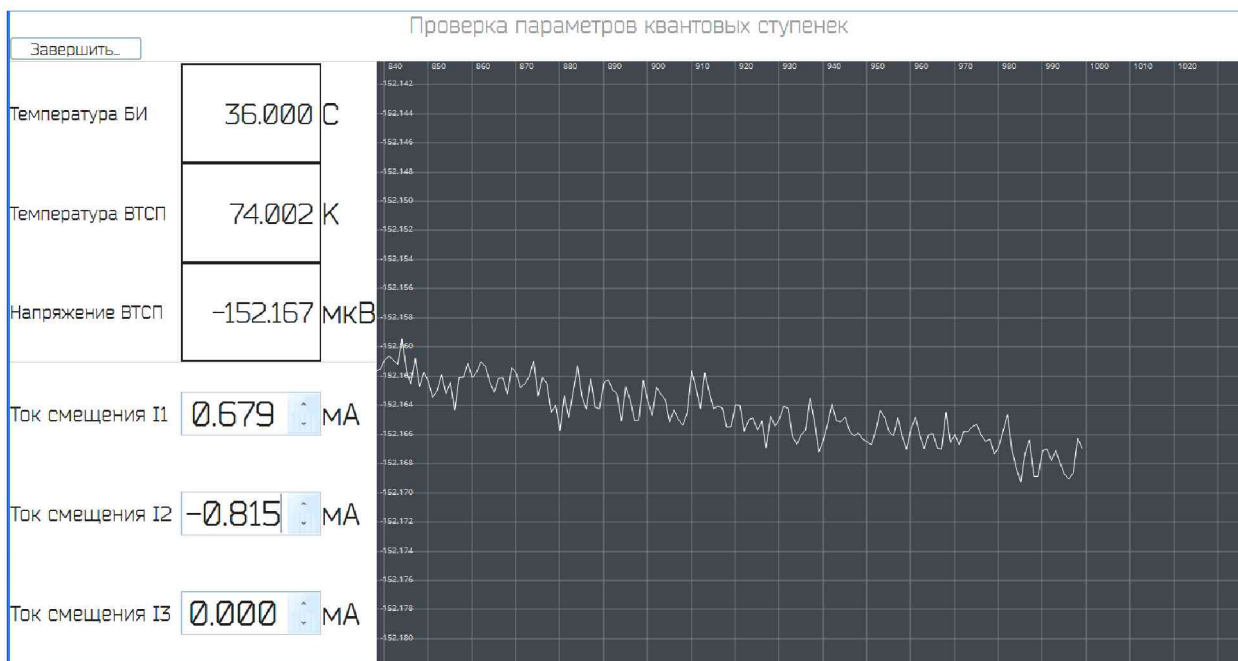

Рисунок 26 – Виртуальная панель режима «Проверка параметров квантовых ступенек»
5.2.35 Откроется новое окно «Проверка параметров квантовых ступенек» (рисунок 26).
5.2.36 После включения режима «Проверка параметров квантовых ступенек» выждать 3 минуты для стабилизации термо-ЭДС элементов схемы. При этом на диаграмме (рисунок 26) должна наблюдаться горизонтальная шумовая дорожка напряжения. Нажимая на стрелку вверх и вниз рядом со значениями токов смещения цепочек микросхемы ВТСП можно изменять эти токи, наблюдая за диаграммой напряжения микросхемы ВТСП. Если при изменении тока смещения кривая диаграммы резко изменяет направление, то верните значение тока смещения на шаг назад и запишите на бумаге это значение. Таким образом, для каждого тока смещения определить и записать на бумаге верхнее и нижнее значения токов ступеньки квантового напряжения.